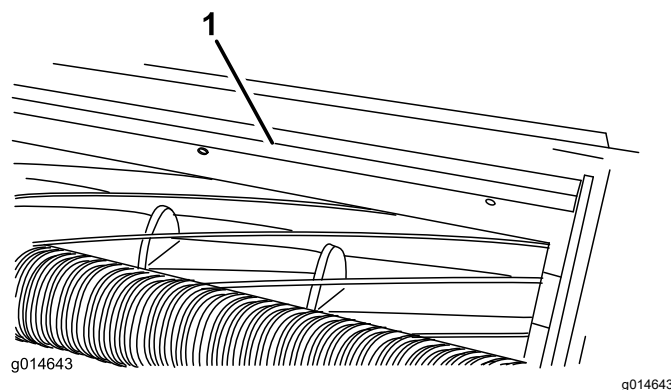

Figura 9
1. Allentate i bulloni che fissano la barra superiore (Figura 9) all'apparato di taglio.